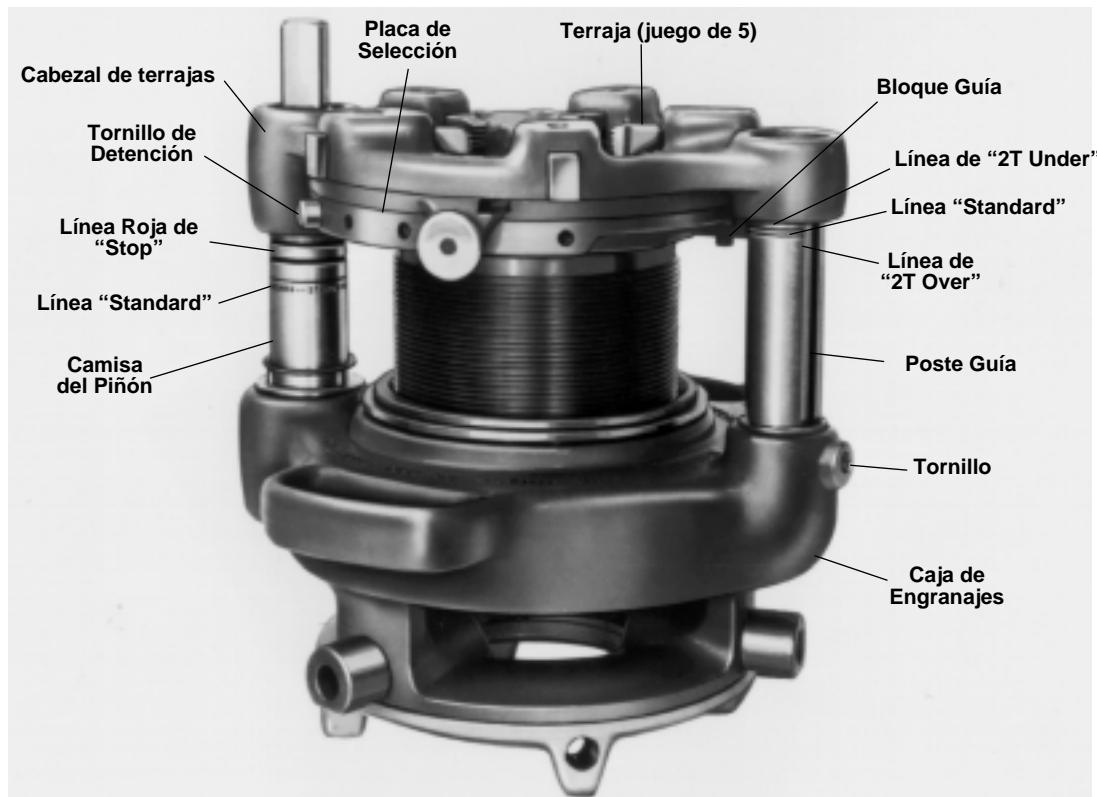

Figura 21 – Roscadora a Engranajes No. 141 que muestra las líneas de referencia de la camisa del piñón y del poste guía
6. **Cabezal No. 141 y 161** – Suelte el interruptor de pie cuando la línea roja de **STOP** (detener) aparece en la camiseta del piñón (*Figura 21*).
Sujete el portapieza y de vueltas a mano al extremo cuadrado del árbol de accionamiento a la caja de engranajes, hasta las respectivas líneas de referencia situadas en la poste guía (Figura 21).
(Figura 21)
1. Quite el tornillo de tope (Figura 21) de la placa del selector.
3. Quite el juego de terrajas desgastados (Figura 21) e introduzca otro nuevo.